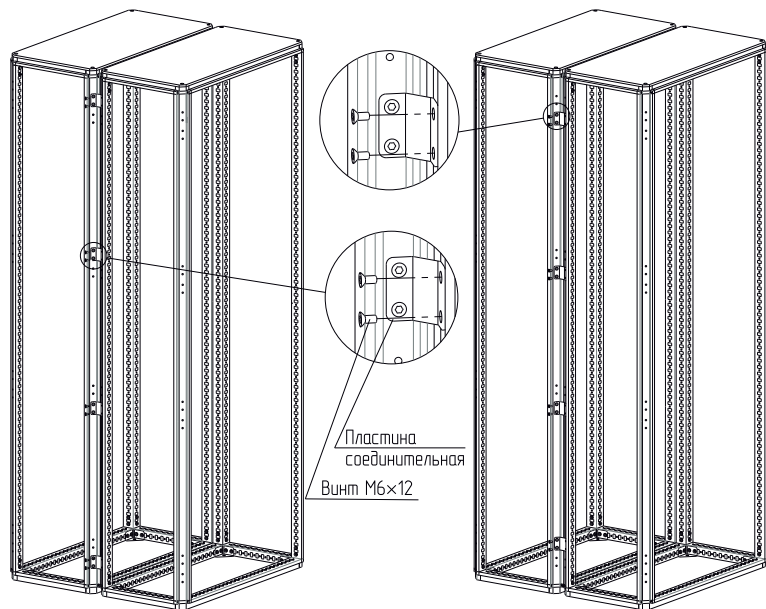

Рисунок 2
4.1.2 Закрепить пластину соединительную на нужной высоте к стойкам каркасов винтами самонарезающими M6x12 (рисунок 2). Момент затяжки – 7 Н·м.